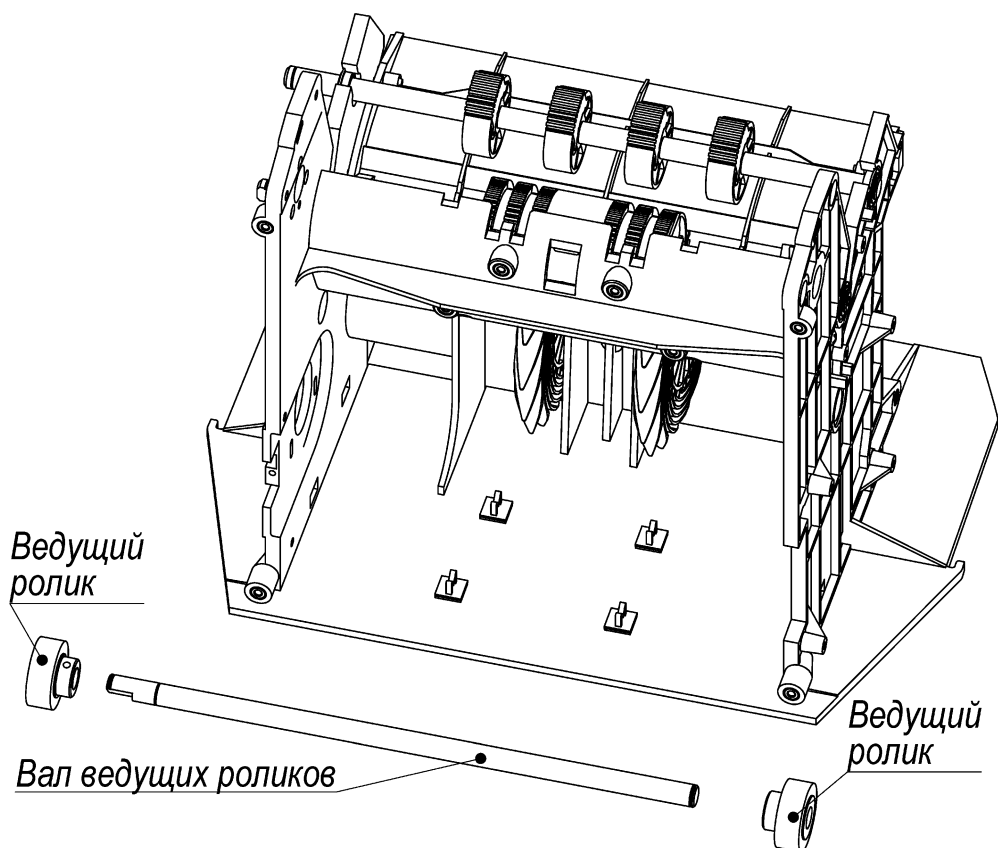

Рис. 57
8.16.3 Извлечь вал вместе с роликами, снять ролики (см. Рис. 57).